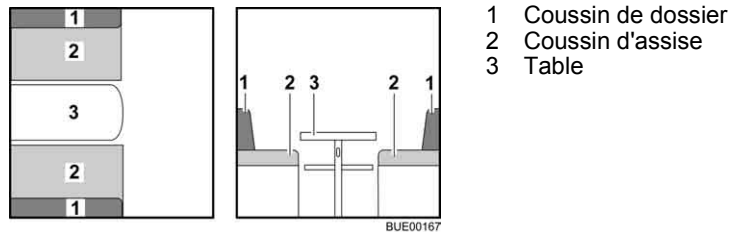

Fig. 84 Avant la transformation
- Convertir la table (Fig. 84,3) en sommier de lit (voir paragraphe 6.12).